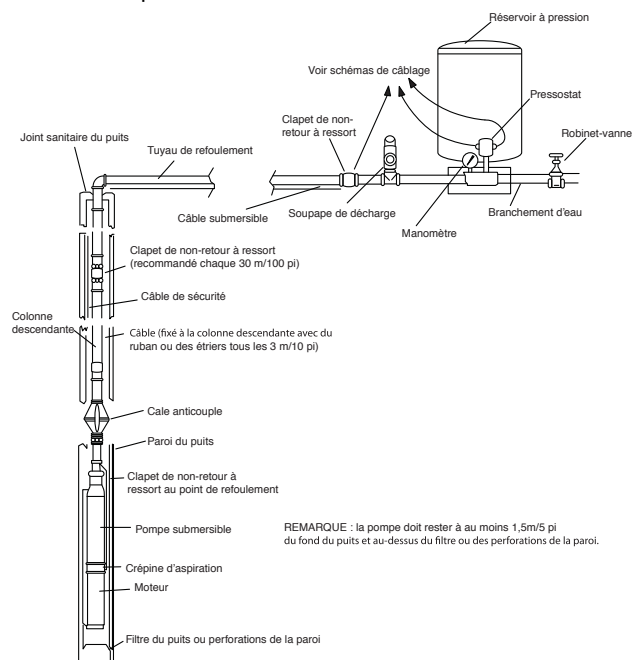

Figure 1
2. Installer la pompe et les composants requis pour la mise à l'essai (voir Figure 1).
2. Une cale anticouple, posée juste au-dessus de la pompe, pour empêcher le câble de frotter lorsque la pompe et la colonne vrillent au démarrage et à l'arrêt du moteur. (Voir Figure 1.)
La Figure 1 illustre une installation typique des composants dans le sol. Suivre les instructions suivantes d'installation de la pompe et de la colonne descendante :
La Figure 1 illustre une installation typique avec les composants à la surface. Se référer à la Figure 1 et aux étapes suivantes lors de l'installation de la plomberie de refoulement.